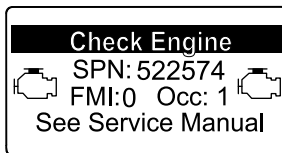

Figure 57
- Avertissement moteur SPN 522574, FMI : 0 (Figure 57)